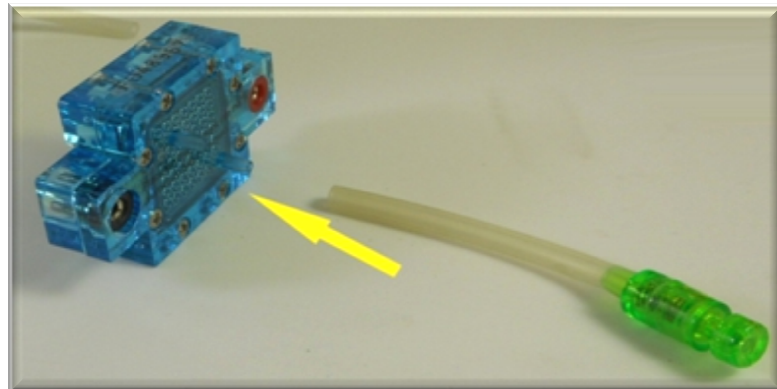

Figura 50 - Posição da conexão na célula a combustível
Passo 1) Primeiro conectamos a válvula de limpeza a célula a combustível, na conexão inferior, de acordo com a figura 50 e 51